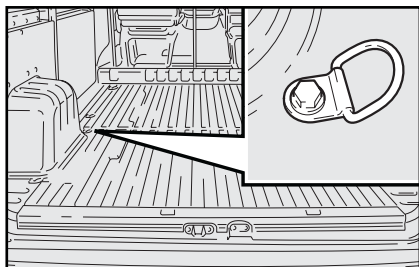

Abb. 10
*Unregelmäßiges oder scharfes Bremsen kann die unvorhergesehene Verlagerung der geladenen Gegenstände bewirken und damit eine Gefahrensituation für den Fahrer und die Fahrgäste darstellen: Sorgen Sie folglich vor dem Start dafür, dass die Ladung gut an den am Boden vorhandenen Haken verankert ist, Abb. 10. Dazu verwendet man für das Gewicht des zu befestigenden Materials passende Metallkabel, Seile oder Riemen.*